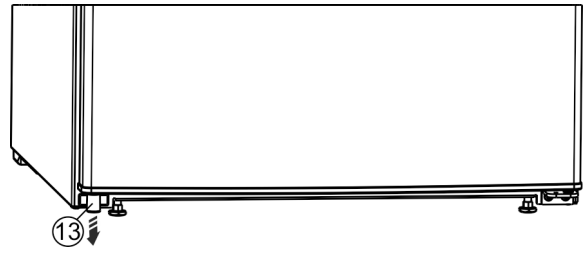

Fig. 4
- ▶ Vegye ki a bal alsó távtartót Fig. 4 (13) az ajtóból.